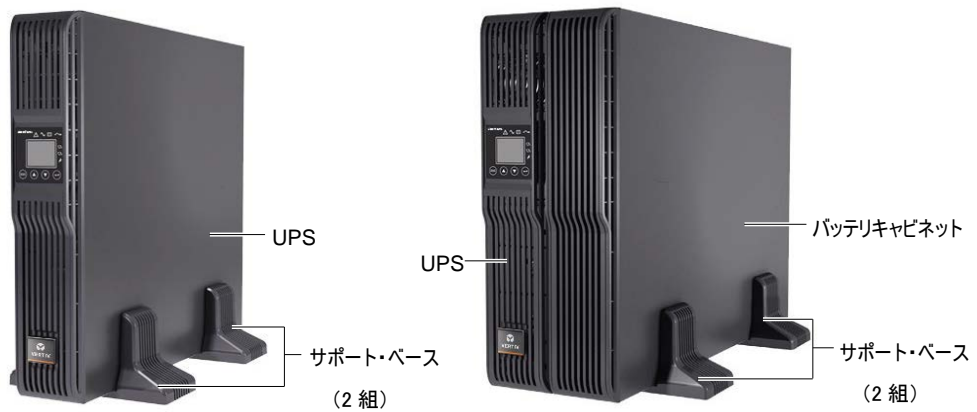

図 2-4 UPS タワー型設置
5) Liebert GXT3-J UPS とバッテリーキャビネットをサポート・ベースにのせます。1 台の Liebert GXT3-J UPS に 2 組のサポート・ベースを使用します(図 2-4)。